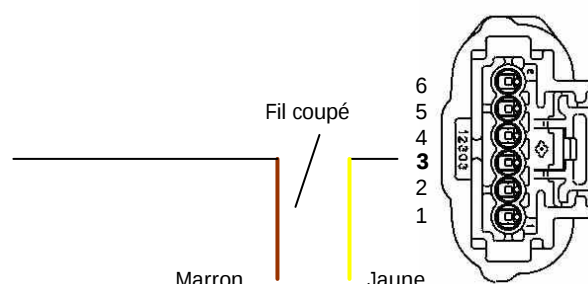

fig.4
- Coupez le fil de la position 3 du connecteur de la potentiomètre. Soudez le fil jaune en position 3 sur le côté du connecteur. Soudez le fil marron en position 3 sur le côté du câblage principal (fig.4).